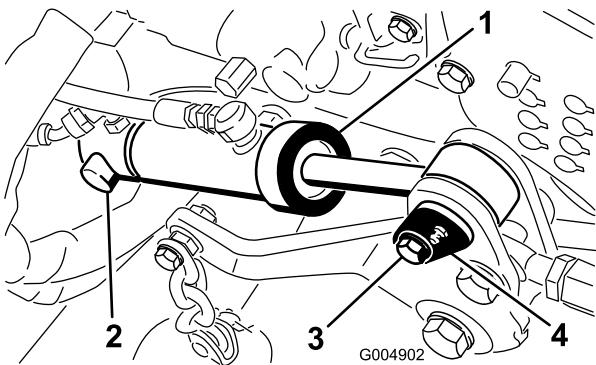

Figura 12
9. Instale el extremo trasero del cilindro de elevación de la plataforma sobre el pasador de giro y sujetelo con el anillo de retención (Figura 12).
10. Sujete el extremo delantero del cilindro de elevación al bastidor del cortacéspedes con el pasador cilíndrico y el tornillo (Figura 12).